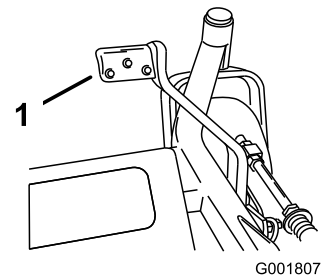

Figure 26
2. Appuyez sur ce levier tout en tirant sur le levier de sélection de hauteur de coupe (Figure 26).